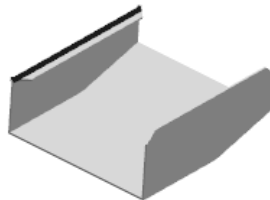
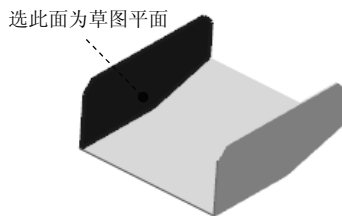
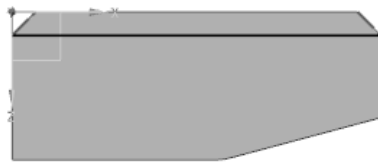

图 7.10 折弯特征 1
图 7.11 定义草图平面
图 7.12 绘制折弯线
Step7. 创建图 7.10 所示的折弯特征 1。选择下拉菜单 **插入(S)** → **折弯(B)** → **折弯(B)...** 命令，系统弹出“折弯”对话框；选取图 7.11 所示的模型表面为草图平面，绘制图 7.12 所示的折弯线；在 **折弯属性** 区域中的 **角度** 文本框中输入折弯角度值 90，单击 **反侧** 后的 按钮，并在 **内嵌** 后的下拉列表中选择 **! 材料外侧** 选项；在 **折弯参数** 区域中单击 **折弯半径** 文本框右侧的 按钮，在系统弹出的快捷菜单中选择 **使用本地值** 选项，然后在 **折弯半径** 文本框中输入数值 0.5；其他参数采用系统默认设置值；单击 **确定** 按钮，完成折弯特征 1 的创建。